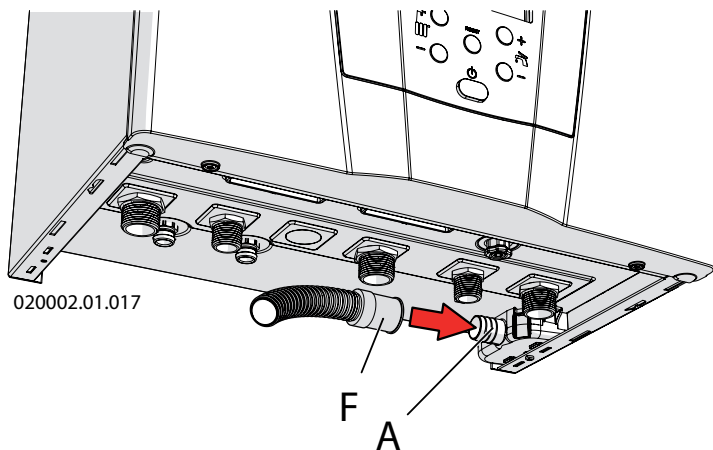
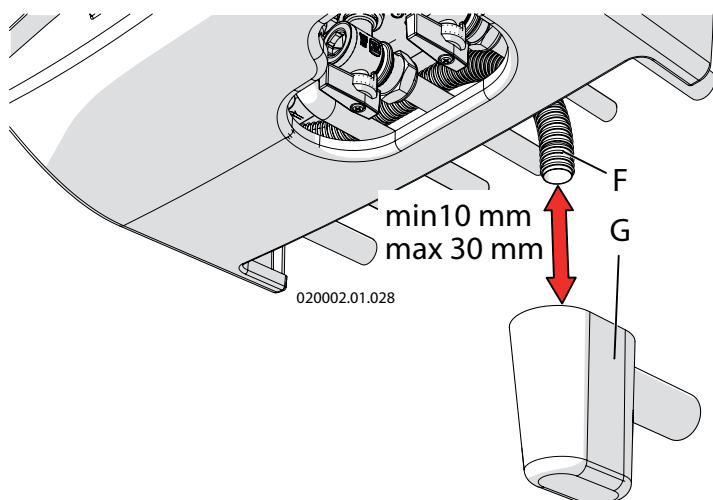

Figura 5.5 - Tubo di scarico condensa
Figura 5.7 - Imbuto sifonato (a richiesta)
La caldaia è predisposta all'interno di un sifone per l'evacuazione dei condensati (vedere figura 3.1 particolare "49") e per prevenire la fuoriuscita dei prodotti della combustione, la cui terminazione corrisponde al condotto "B" di cui alla figura 5.4. Tale terminazione deve essere convogliata in un ulteriore sifone antiodori (figura 5.7 particolare "G") in modo da prevenire il ritorno di cattivi odori in ambiente (il sifone antiodori "G" è fornito su richiesta).
La vaschetta "A" è fornita già montata come indicato in figura 5.4 e fissata con la vite "D", il tubo di scarico "F" è anch'esso installato come indicato in figura 5.5.
- ☞ per locale ad uso abitativo e per locale ad uso ufficio con un numero di utenti superiore a 10, può essere collegato all'impianto di smaltimento reflui domestici a mezzo di opportuno sifone con disgiunzione atta a prevenire la pressurizzazione del sistema (sifone predisposto all'interno della caldaia) e a prevenire il ritorno di cattivi odori dalla fogna (particolare "G" di figura 5.7). Se il locale ad uso ufficio ha un numero di utenti inferiore a 10, prima del collegamento con lo scarico dei reflui domestici è opportuno un neutralizzatore di condense (vedere il capitolo 9 per il valore di acidità delle condense e per la quantità).
Lo scarico della valvola di sicurezza (particolare "C" di figura 5.4), insieme allo scarico condensa (particolare "B" di figura 5.4) deve essere convogliato ad un tubo "F" (vedi figura 5.5) di diametro interno minimo di 13 mm; il tubo "F" deve poi essere portato al sifone antiodori (particolare "G" figura 5.7). Tale scarico con sifone è atto ad evitare sovrappressioni in caso di apertura della valvola e da modo all'utente di verificarne l'eventuale intervento.
Il tubo "F" di figura 5.5 è fornito di serie insieme alla vaschetta "A" di figura 5.4. Il sifone antiodori "G" di figura 5.7 è fornito su richiesta.